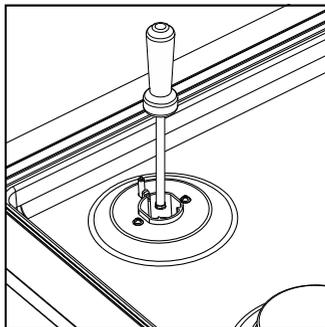

Fig.1
- 4 Dévisser les injecteurs (les conserver en vue d'un usage futur) et les remplacer par les injecteurs appropriés (les dimensions sont inscrites sur le côté, p. ex., 70 = 0,70 mm). Voir Fig. 1.